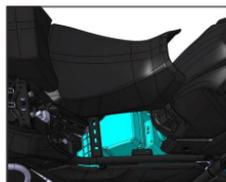

Figure 1
- Retirer la selle, puis la batterie (voir figure 1)
La vérification du niveau d'huile et le remplissage d'huile se font tous deux au niveau du carter d'huile situé sur le côté gauche de la moto, comme le montre la figure 1.
- Si le niveau d'huile est trop élevé, retirez le bouchon de vidange d'huile à l'aide d'une clé à douille. La position du bouchon de vidange d'huile est indiquée sur la figure 1 ci-dessous, qui se trouve en bas à gauche du moteur.
Retirer la valve à clapet: figure 1